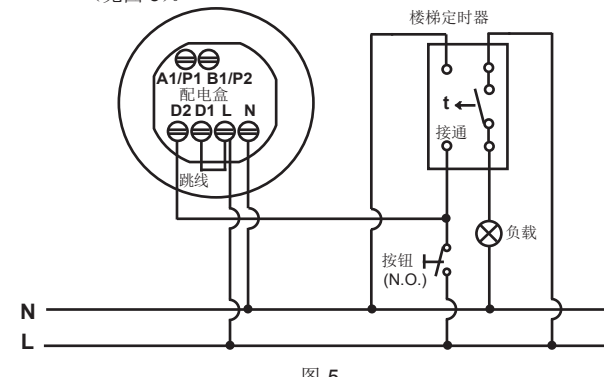

图 5
- 一个传感器控制楼梯定时器 (将时间旋钮设置为 L)。 (见图 5)。